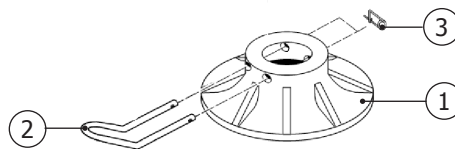

Fig. 6.2
Si la grúa está dotada de placas de apoyo desmontables, poner los cilindros en configuración de trabajo (vertical hacia abajo), después montar la placa (pos. 1 fig. 6.2) fijándola con el perno (pos. 2 fig. 6.2) y con el pin de seguridad (pos. 3 fig. 6.2).